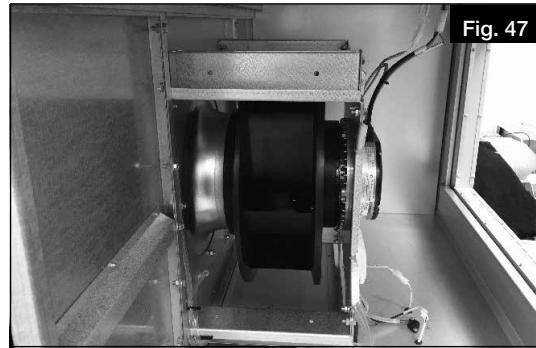

Fig. 47
1. Remove fan connector (see Fig. 47).